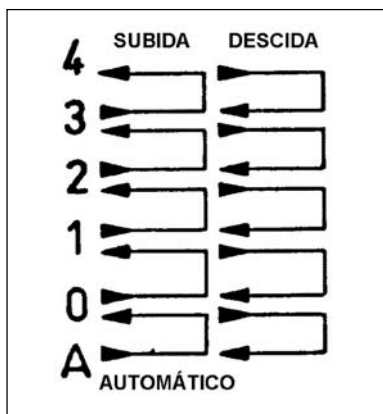

Fig 3-3. Movimento de troca de marchas
**8** - alavanca de mudanças - Destinada à seleção da marcha a ser utilizada; (Fig 3-3)